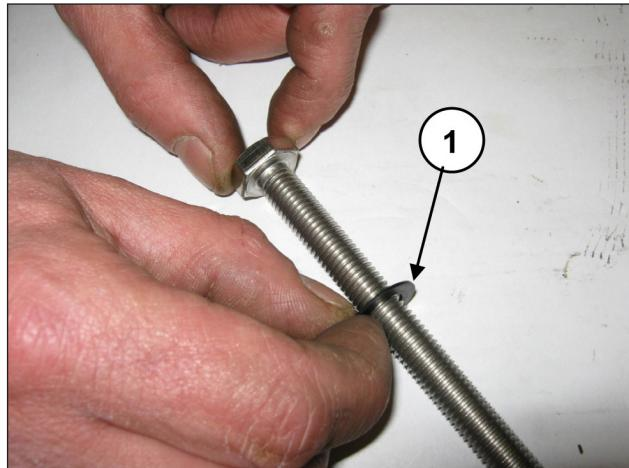

Рис. 157
Наденьте шайбу Ø10x18x0,9 на крепежный винт поршня (поз. ①, Рис. 157).